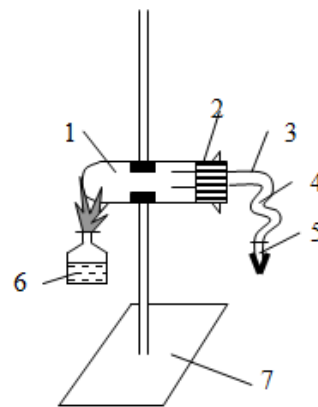

Рисунок 8 – Прилад для одержання метану:
1. Зібрати прилад для одержання метану (рис. 8).